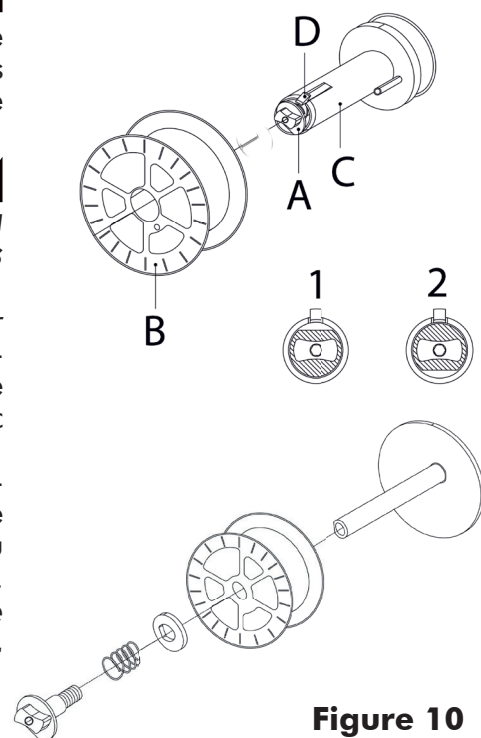
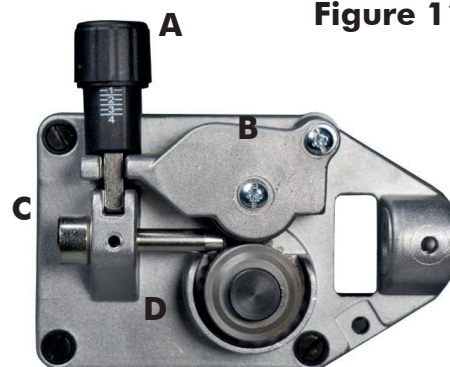

Figure 10
Figure 11
- Ouvrir le panneau latéral du logement de la bobine. Dévisser l'écrou (A) de l'arbre en le tournant de 180° (position 1) (tambour du frein). Enlever le collier (E); durant le changement de bobine, extraire le rochet vide en appuyant sur le téton à déclic (D). (Fig.10)
- Enlever l'enveloppe de la bobine et la placer sur l'arbre. Remonter les colliers (E/F, seulement pour les bobines de 5Kg, le collier plus petit E doit être monter entre la bobine et le paroi du arbre) et enfin revisser l'écrou (A) le tournant 180° (position 2). **La soudeuse peut également accepter des bobines de 100mm de diamètre. Pour le montage, suivre les instructions ci-après:**
- Enlever de l'arbre (C) la bobine montée (B).
- Dévisser le volant (A), extraire le ressort et la rondelle interne; enlever l'arbre (C) de l'axe.
- Glisser sur l'axe la bobine de 0,8 kg; introduire la rondelle, l'entretoise (G) et le ressort.
- Revisser le volant (A).
**Le volant (A) constitue le système de freinage de la bobine. Une pression excessive soumet le moteur d'alimentation à des contraintes. Une pression insuffisante ne bloque pas immédiatement la bobine quand on cesse de souder.**
- Desserrer et abaisser le bouton en plastique (A) et relâcher le levier presse-fil (B) (Fig.11). Extraire les résidus de fil éventuels de la gaine guide-fil (E).
- Relâcher le fil de la bobine et le tenir serré avec une paire de pinces de façon à ce qu'il ne puisse pas se dérouler. Si nécessaire, le redresser avant de l'introduire dans le guide d'entrée (C) du fil y introduire le fil en le faisant passer au-dessus du galet inférieur (D) et dans la gaine guide-fil (E).
- Abaisser le levier presse-fil (B) et soulever le bouton en plastique (A). Serrer légèrement. Un serrage excessif bloque le fil et pourrait endommager le moteur. Une serrage insuffisant ne permettrait pas aux galets d'entraîner le fil.